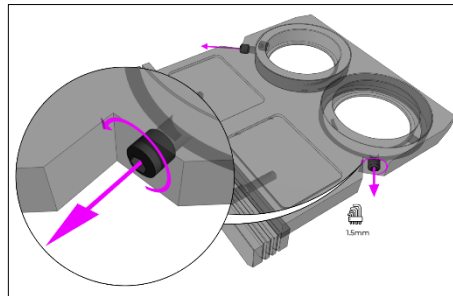

图 43
2. 使用 1.5 毫米六角扳手松开激励滤波器支架上的两个滤波器固定螺丝（图 43）。图 43). 不应卸下固定螺钉。